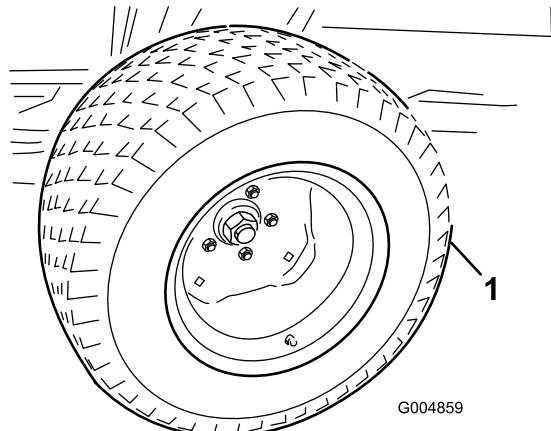

**Figure 5**
2. Placez une chandelle sous chaque moteur de roue et un cric rouleur sous le pare-chocs arrière (Figure 5), ou utilisez un palan.